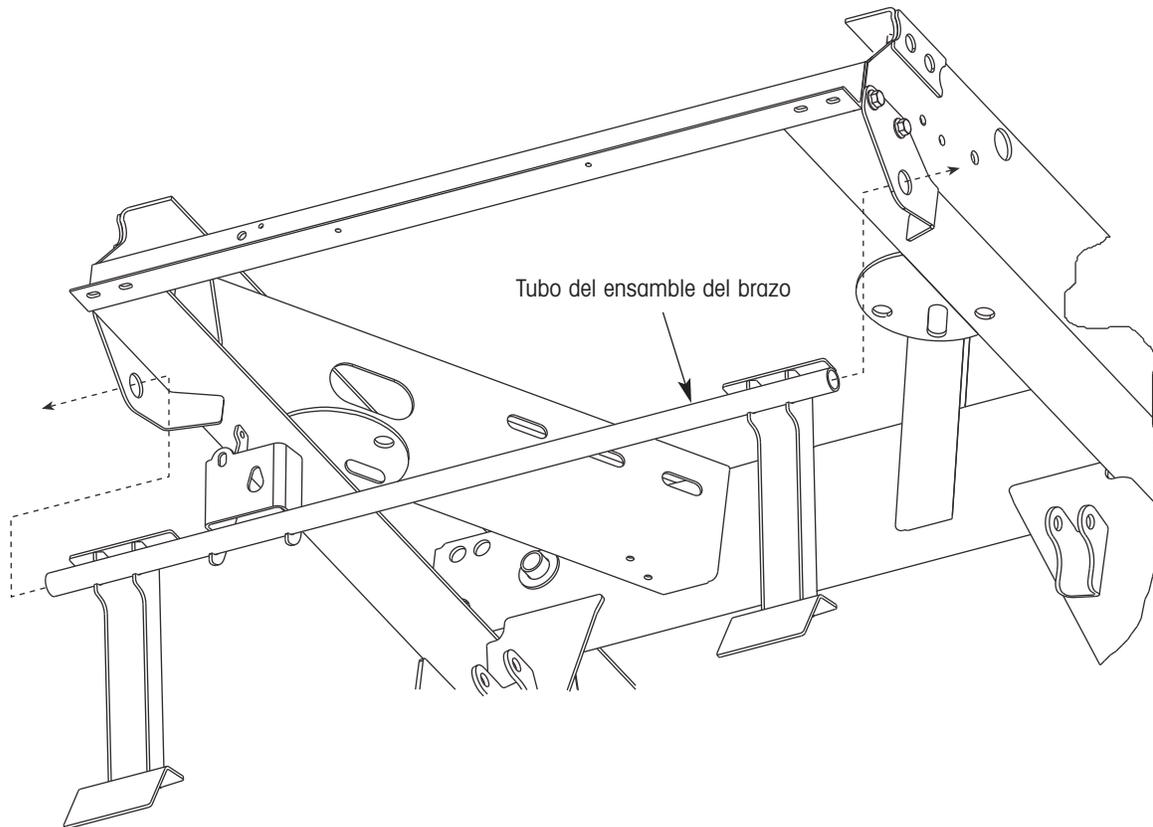

Figura 10. Instalación del ensamble del brazo
- Inserte el tubo del ensamble del brazo a través de los agujeros en el soporte como se muestra en la figura 10.